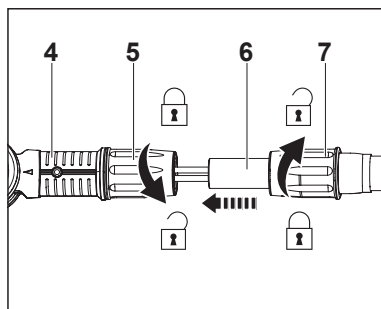

Fig. 1
2. Alignez la rallonge [6] avec le support [4] et insérez-la à fond (fig. 1).